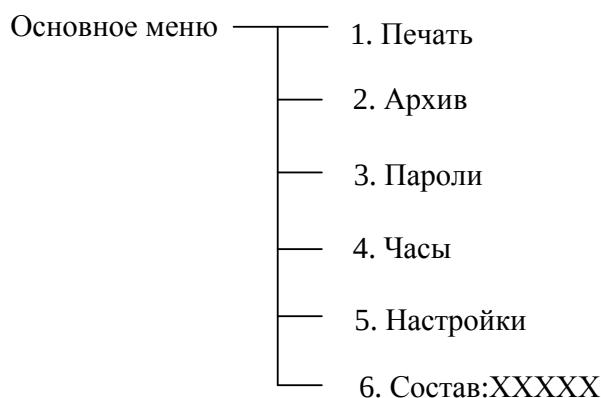

Рисунок 4
2.5.11 Управление работой расходомера осуществляется через основное меню (рисунок 4).